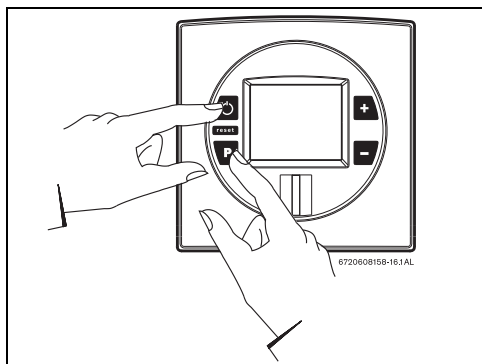

Fig. 47 Modo de ajuste del gas
- ▶ Mantener pulsada la tecla de programación y pulsar el interruptor principal ON/OFF para conectar el aparato (Fig.47).